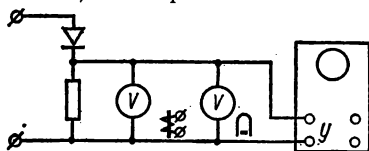

Рис. 2.49
7. Собрать цепь (рис. 2.49) выпрямленного однопериодного напряжения и показать ее преподавателю для проверки.